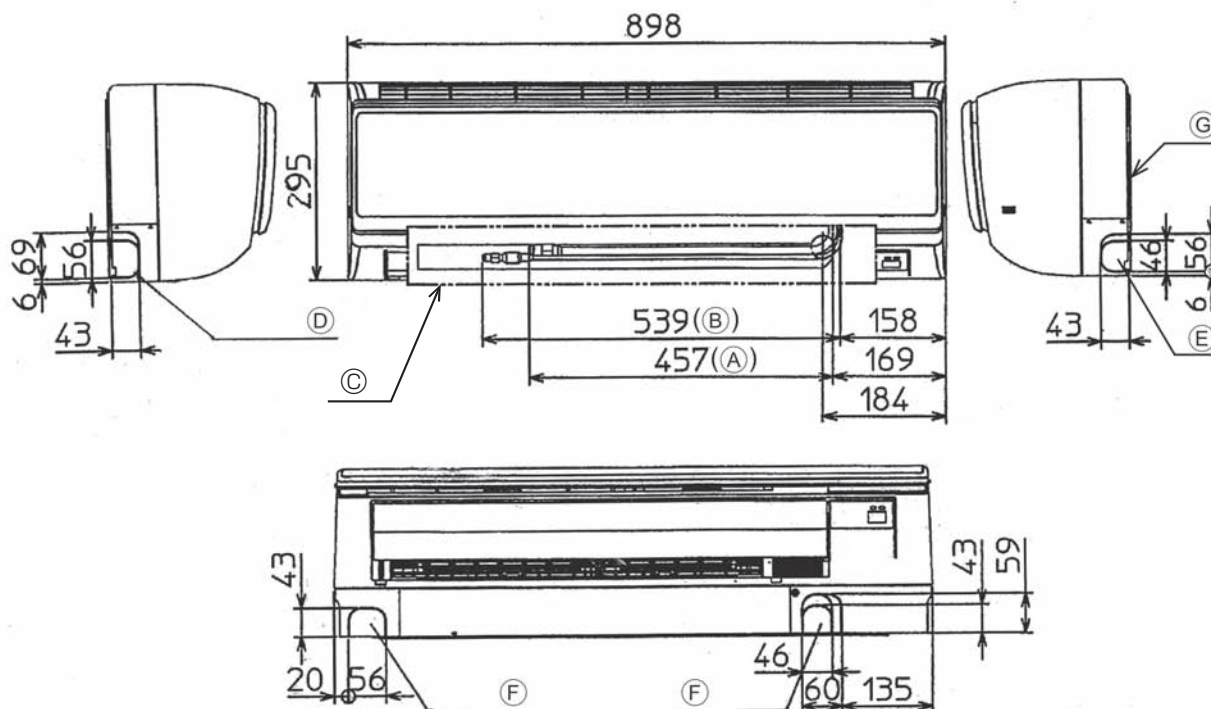

Fig. 4-2
4.2. Colocação das tubagens de refrigerante e de drenagem (Fig. 4-2)
- (A) Tubo de gás
- (B) Tubo de líquido
- (C) Mangueira de drenagem (comprimento eficaz: 400)
- (D) Furo separador da tubagem do lado esquerdo
- (E) Furo separador da tubagem do lado direito
- (F) Furo separador da tubagem inferior
- (G) Placa de montagem